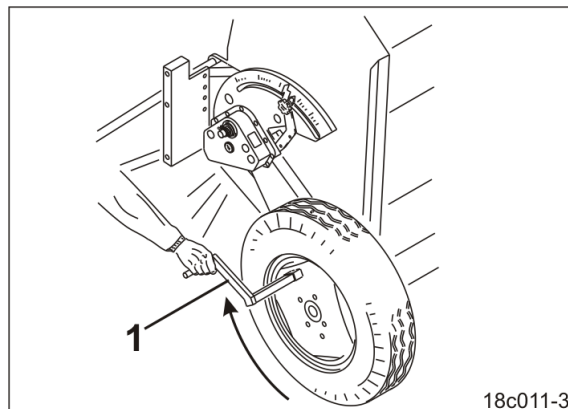

Fig. 82
13. Introduceți manivela (Fig. 82/1) în bara pătrată de la roata din dreapta.